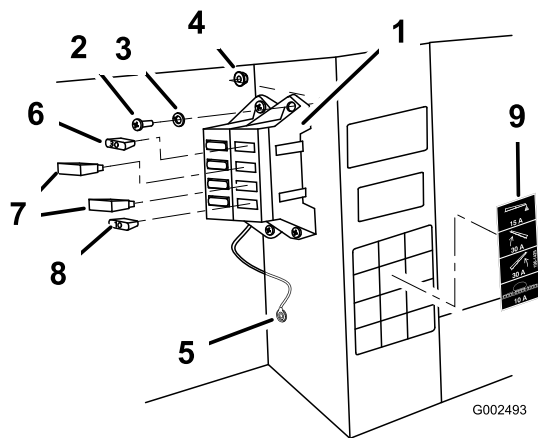

図 8
5. スター・ワッシャをはさんで、アース線(黒)を車体フレームの内側についている 1/4 in ボルトに接続する(図 8)。
7. ネジ2本(#10-24 x 3/4 in)とロックナット2個(#10-24)を使い、図 8のように、既存
- A. 左用と右用のブーム昇降ヒューズ取付場所にそれぞれ30 Aサーマル・ブレーカを取り付ける(図 8)。
- B. 散布システム用電源ヒューズ取付場所 A ヒューズを取り付ける(図 8)。